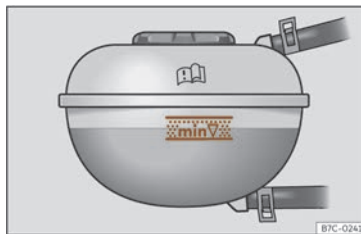

Abb. 199 Im Frontraum: Markierung am Kühlmittelausgleichsbehälter.
- Überprüfen Sie bei kaltem Motor den Kühlmittelstand an den seitlichen Markierungen des Ausgleichsbehälters >>> (Abb. 199). Der Kühlmittelstand muss zwischen den Markierungen liegen.
• Der Kühlmittelstand muss sich zwischen den Markierungen des Ausgleichsbehälters befinden >>> (**Abb. 199**). **Nicht über die Oberkante des markierten Bereichs auffüllen** >>> .
• Das Kühlmittel darf beim Auffüllen die Oberkante des markierten Bereichs nicht überschreiten >>> (**Abb. 199**). Andernfalls kann überschüssige Flüssigkeit bei steigen der Temperatur aus dem Motorkühlsystem ausgestoßen werden und Schäden verursachen.